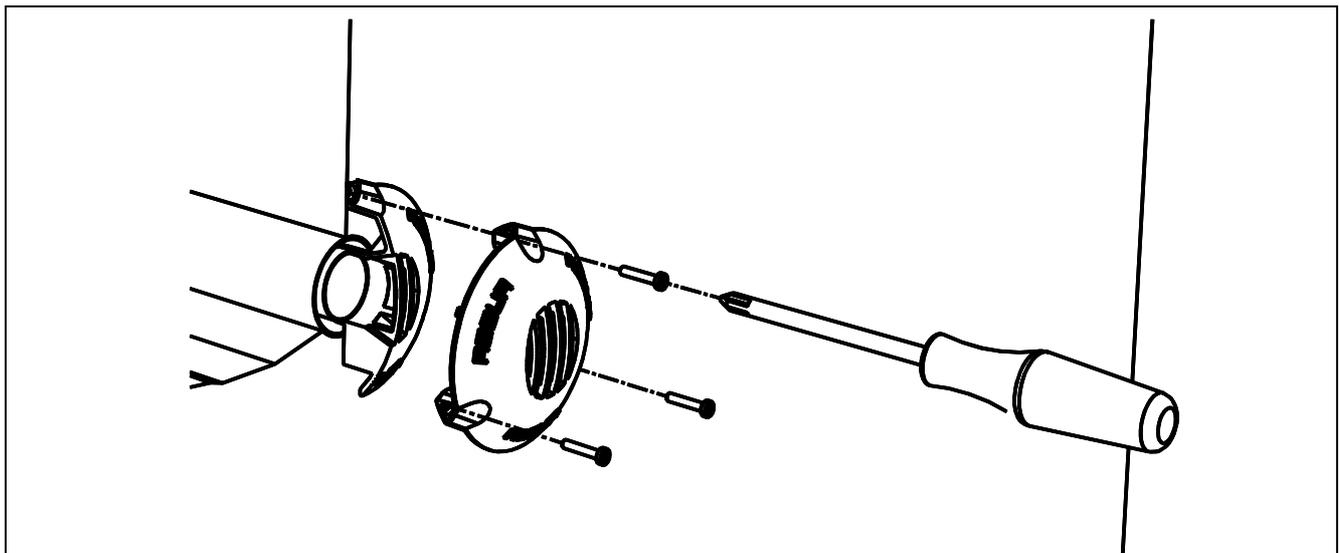

Рисунок 24 – КРЕПЛЕНИЕ ТЕРМИНАЛА
21. После установки устройства прикрепить противветряный терминал из алюминия на наружную стену так, чтобы он зацепился за края трубного блока и отметить положение трех отверстий для расширительных вкладышей (см.Рисунок 24). Терминал должен устанавливаться с газоотводной решеткой в вертикальном положении.
23. Вернуть на место терминал и закрепить его винтами и с помощью соответствующих вкладышей (см.Рисунок 24).